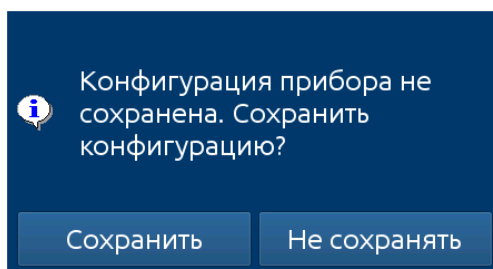
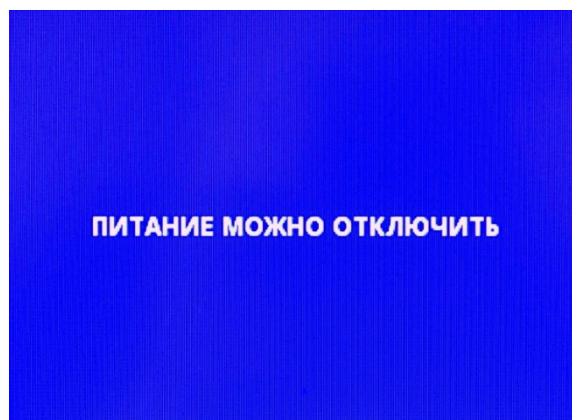

Рисунок 2.26
Рисунок 2.27
2.9.2. Кнопка «Выключение прибора» позволяет выполнить безопасное отключение питания РМТ 19. После нажатия на кнопку «Выключение прибора» и утвердительного ответа на запрос системы на экране появляется сообщение «Питание можно отключить» (см. рисунок 2.27). Рекомендуется именно так выключать РМТ 19, особенно при включенной регистрации данных. Несоблюдение описанной процедуры может привести к потере последних записываемых данных (до 1 минуты). Если конфигурация прибора изменилась за время от последней загрузки прибора, то при нажатии кнопки «Выключение прибора» будет выведено предупреждающее меню с возможностью сохранения конфигурации (см. рисунок 2.26).